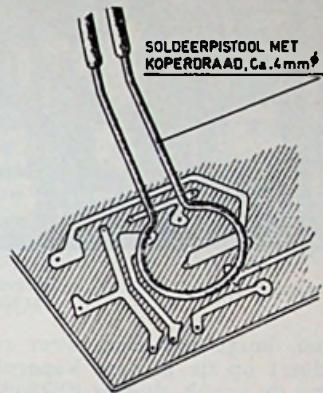

Fig. 2
1. Dikwijls staat een aantal punten die gelijktijdig moeten worden losgenomen in een cirkel (bv. de buishouderaansluitingen). Door aan een soldeerpijstool een cirkelvormige soldeerdraad vast te maken kunnen alle contacten gelijktijdig worden losgenomen (zie fig. 2). Men denke echter weer om een goede dosering van de warmte, om oververhitting te vermijden.